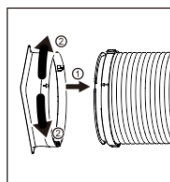

Fig.1
- 1) Alinhe as duas setas do conector de entrada da mangueira e da mangueira e insira; Rode o conector de entrada da mangueira no sentido dos ponteiros do relógio ou no sentido contrário ao dos ponteiros do relógio cerca de 60°; (Fig. 1)